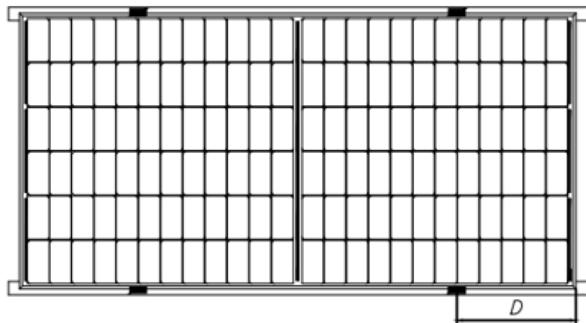
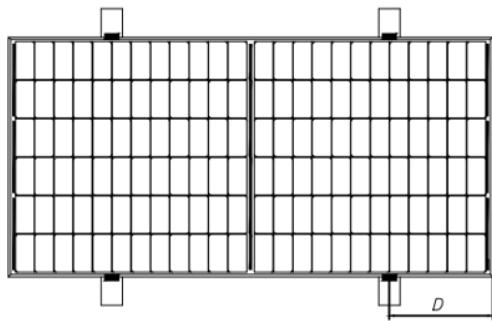
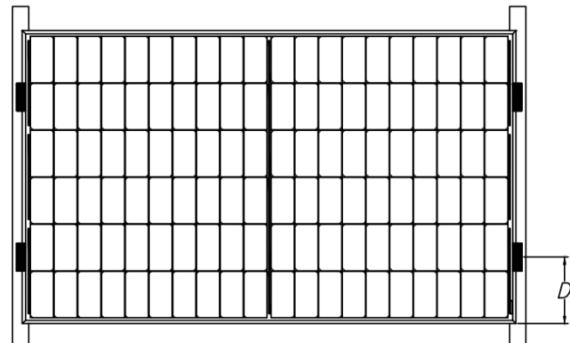
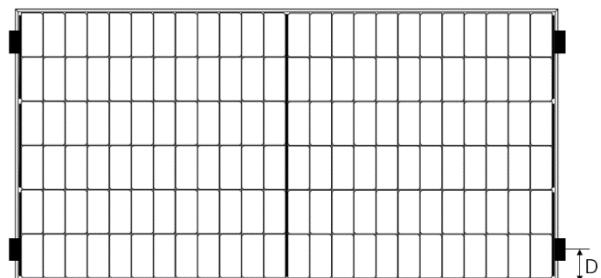

図 3 ガイドレールを長辺フレームに重ねる場合の取付
図 4 ガイドレールを長辺フレームに垂直にする場合の取付
図 5 ガイドレールを短辺フレームに重ねる場合の取付
図 6 短辺フレーム 4 点支持の取付
モジュールを設置する際には、図 3、図 4、図 5、図 6 に示すように、各モジュールを少なくとも 4 つのクランプで固定する必要があります。
⑨ モジュールが設置後に架台から脱落することを防ぐために、中間クランプ、エッジクランプ及びフレームの A 面に接触する面に柄溝構造のあるクランプを選ぶことをお勧めします。柄溝構造が 9 つぐらいで、隣り合っている柄溝の距離が約 1.2mm で、柄溝の深さが約 0.6mm をお勧めします。
⑩ 図 3 に示す設置方法の場合、モジュールの C 面とガイドレールのオーバーラップが  $\geq 25\text{mm}$  とします。不適切なクランプや間違った設置方法を使うと、アストロエナジーの限定保証は無効となります。